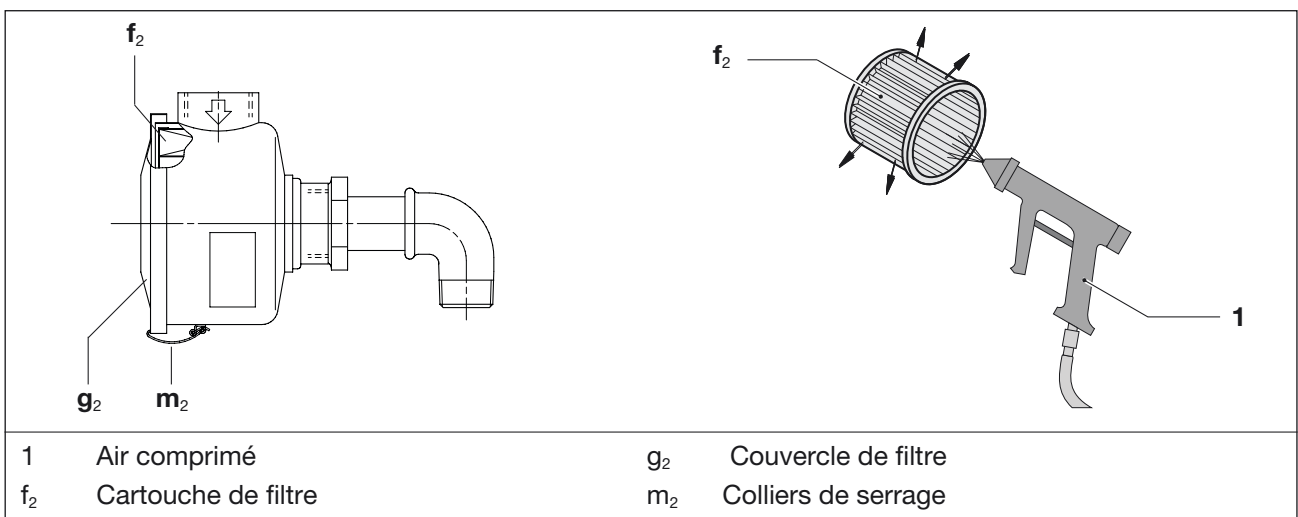

Fig. 7 Filtre d'aspiration
- Desserrez les colliers de serrage (Fig. 7/m₂) sur le couvercle du filtre (Fig. 7/g₂).
- Retirez la cartouche de filtre (Fig. 7/f₂) du filtre et nettoyez ou remplacez-la.
- Remettez la cartouche de filtre dans le filtre et fixez le couvercle du filtre (Fig. 7/g₂) à l'aide des colliers de serrage (Fig. 7/m₂).